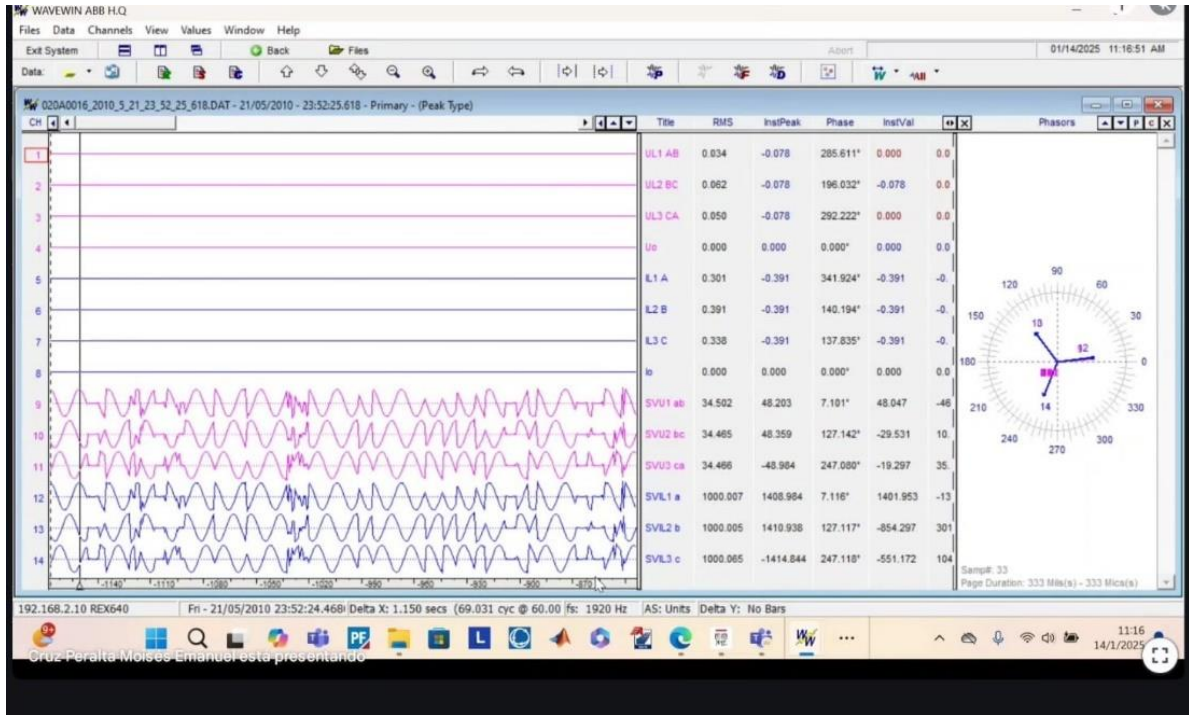

Imagen 436_ Gráfica de registro de perturbaciones después de la simulación.
6.2.20 Y posteriormente daremos de nuevo clic derecho para ahora seleccionar “*Open With wavemin32*” como se observa en la **Imagen 436**.